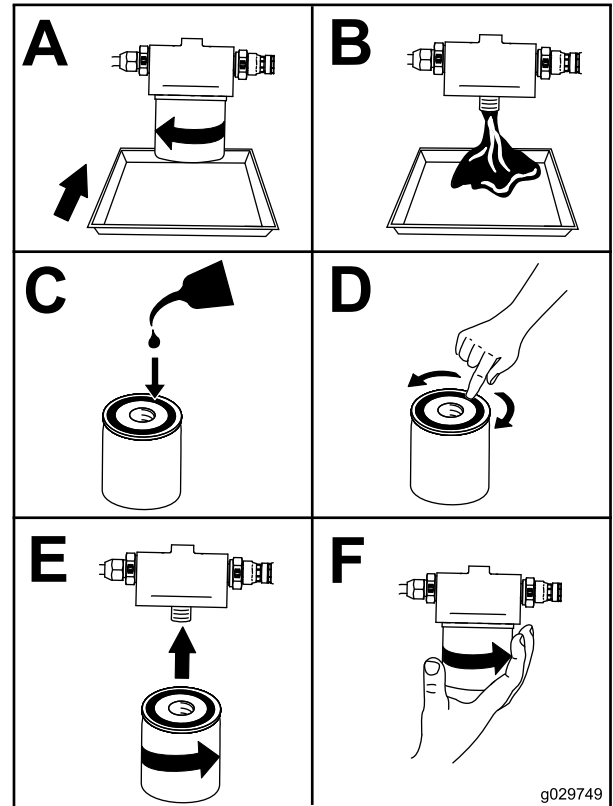

Bild 47
4. Wechseln Sie den Ölfilter (Bild 47).